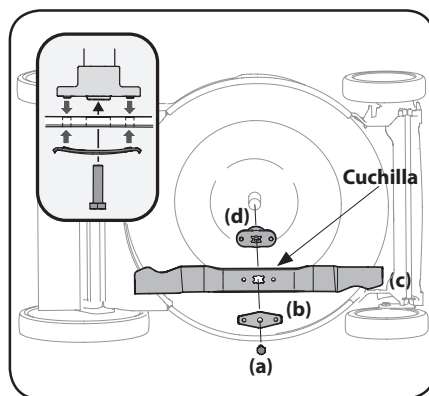

Figura 4-1
3. Retire el perno (a) y el soporte de la cuchilla (b) que sostienen la cuchilla y el adaptador en el eje del motor. Vea la Figura 4-1.
4. Saque la cuchilla (c) y el adaptador (d) del eje. Vea la Figura 4-1.
6. Lubrique el eje del motor y la superficie interna del adaptador de la cuchilla con aceite ligero. Deslice el adaptador de la cuchilla (d) sobre el eje del motor. Instale la cuchilla en el adaptador con el lado marcado "Bottom" (inferior) (o con el número de parte) hacia el piso cuando la cortadora de césped está en posición de funcionamiento. Asegúrese que la cuchilla quede alineada y asentada en las bridas del adaptador. Consulte el recuadro de la Figura 4-1.